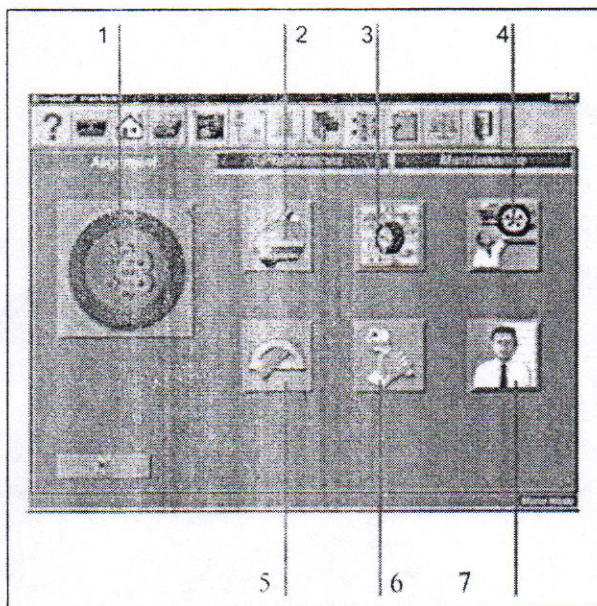

Рис.2. Домашняя страница программы.
**4. Идентификация автомобиля.** Для идентификации запустить программу проводник 1 (рис. 2). После выбора «нового измерения» появится страница с производителями автомобилей. Для идентификации необходимо знать марку, год выпуска автомобиля и модель автомобиля. В результате идентификации должна быть получена информация о нормативных значениях УУК проверяемого автомобиля. Запишите нормативные значения в бланк-отчет.